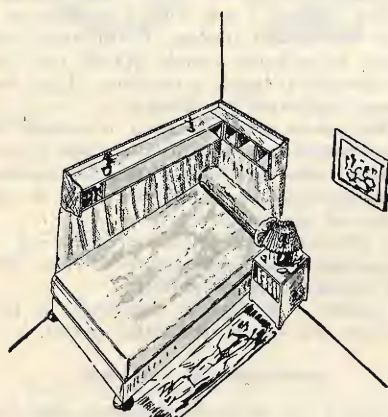

Fig. 2
Per la trasmissione televisiva il tubo dianzi descritto e chiamato telepantoscopia, viene introdotto e montato in una camera oscura quale è rappresentata in fig. 2. Tale camera, realizzata generalmente in modo da esser facilmente trasportabile e spostabile in ogni senso, comprende, oltre al telepantoscopia, un obiettivo del tipo delle macchine cinematografiche da presa e comunque adatto alla bisogna, obiettivo che proietta l'immagine su di un tamburo a specchi mantenuto in rotazione da un motorino sincrono, che trascina anche un disco metallico forato previsto per produrre quei segnali di sincronismo che verranno sfruttati al posto ricevente, come osserveremo in altro articolo.
Questo non differisce affatto da quello di alta frequenza nel principio del suo funzionamento. Soltanto per ottenere che l'oscillazione avvenga su una frequenza acustica è necessario impiegare delle bobine adatte. Un buon trasformatore di bassa frequenza del rapporto 1:3 può servire perfettamente allo scopo. Lo schema di uno di questi oscillatori è rappresentato dalla fig. 2. Il primario del trasformatore è inserito nel circuito anodico della valvola, e il secondario nel circuito di griglia. L'accoppiamento fra i due avvolgimenti produce la reazione e mantiene in istato di oscillazione il circuito la cui frequenza dipende dalle caratteristiche del secondario (S). Tale frequenza può essere modificata collegando in parallelo una capacità adatta, che sarà in ogni caso di valore più elevato di quelle impiegate usualmente nei circuiti ad alta frequenza.